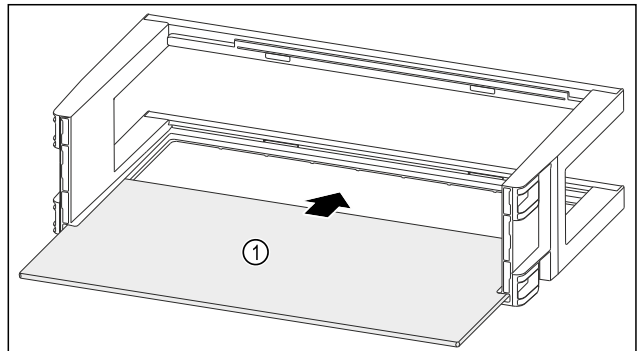

Fig. 117
- Посуньте полицю Fig. 117 (1) у бічні пази.